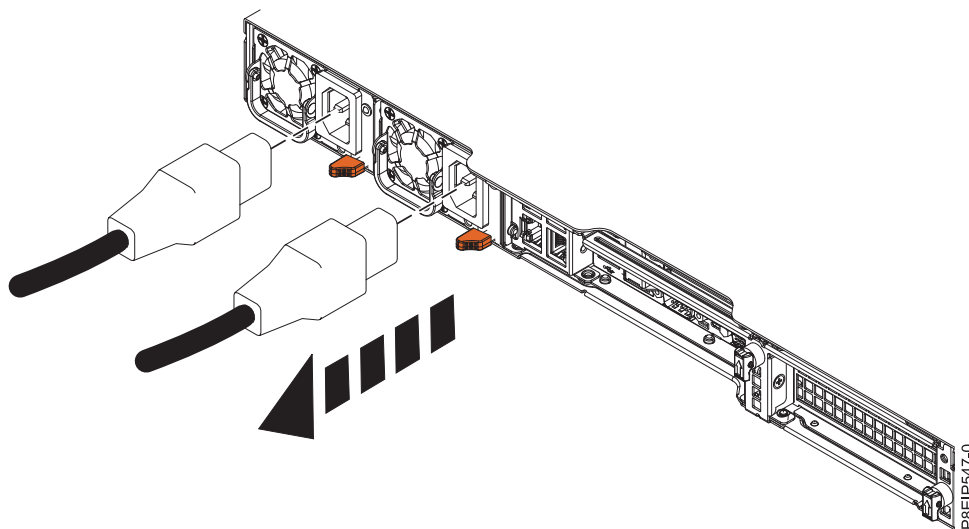

Figura 61. Removendo os cabos de energia do sistema
2. Rotule e desconecte os cabos de energia da unidade de sistema conforme mostrado na Figura 61 na página 98.